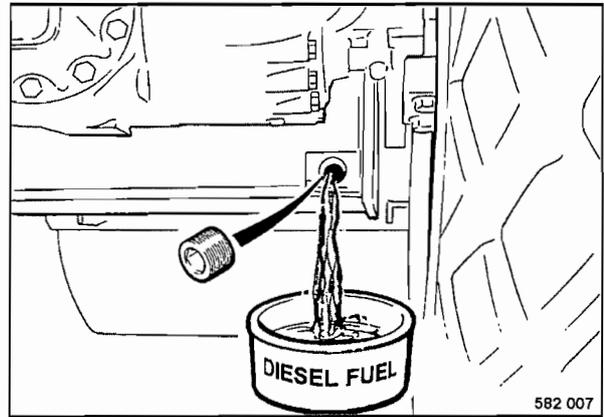

Fig. 83
- Desenroscar el tapón de descarga (Fig. 83) situado debajo del depósito de combustible, y descargar unos 5 litros de combustible.